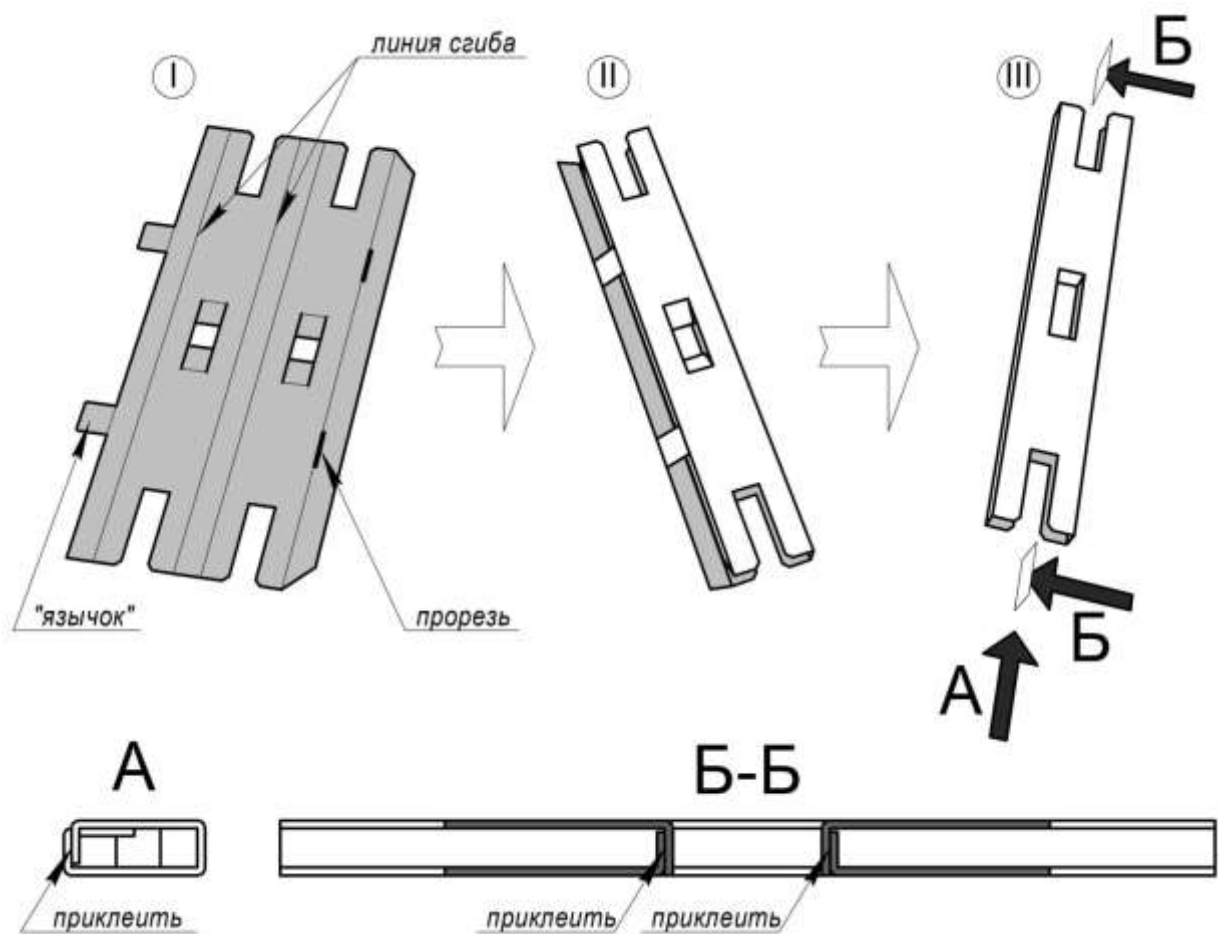

Рис. 7
а далее осуществить с ней всю последовательность операций, показанных на **рис. 7**, используя клей для фиксации указанных поверхностей. Обратите внимание на необходимость завести «язычки» в прорези, как это показано на виде (II) **рис. 7**. Данные элементы введены в конструкцию для возможности получить, с требуемой точностью, сориентированные друг относительно друга поверхности детали, исключить их смещение при склеивании.